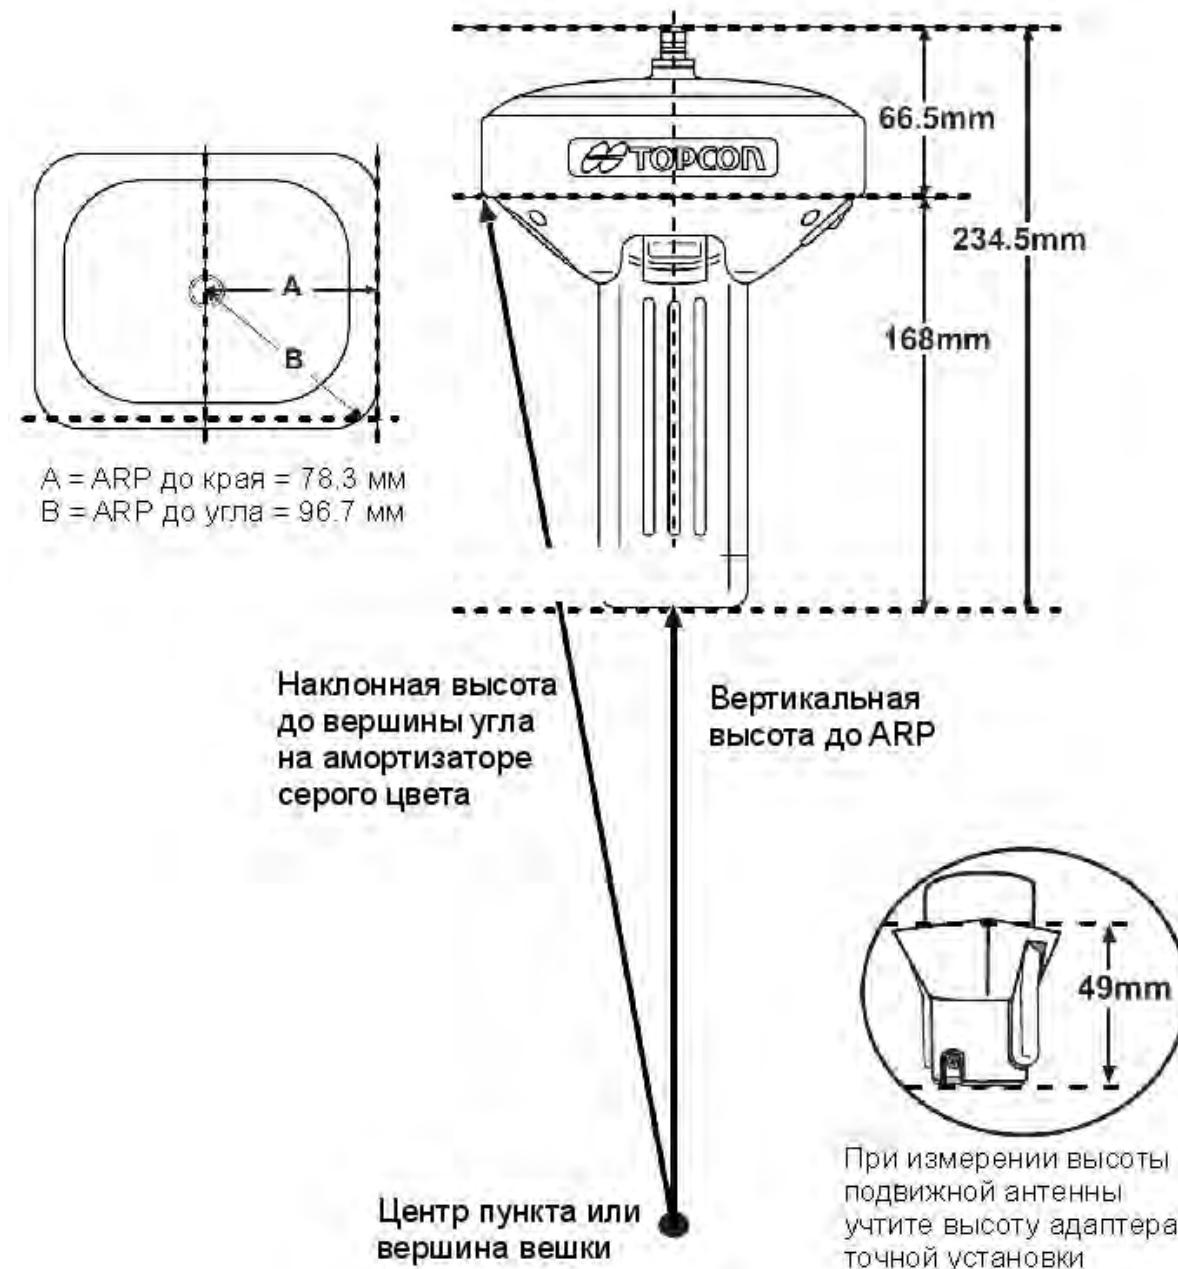

Рисунок 4-3. Измерение смещения антенны
- Измерьте высоту антенны над центром (маркой) пункта методом наклонного или вертикального измерений (см. рис. 4-3).